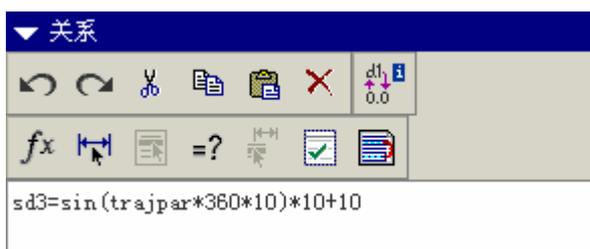

图 47-7
- (7) 在关系窗口中输入关系式 “ $sd3=\sin(\text{trajpar}*360*10)*10+10$ ”, 如图 47-7 所示。
- (8) 单击【确定】按钮, 完成关系式的添加。